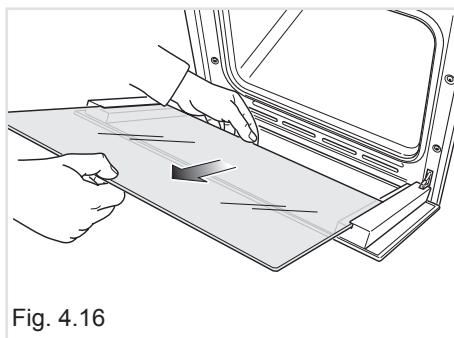

Fig. 4.16
- Sfilare delicatamente il vetro interno (fig. 4.16).